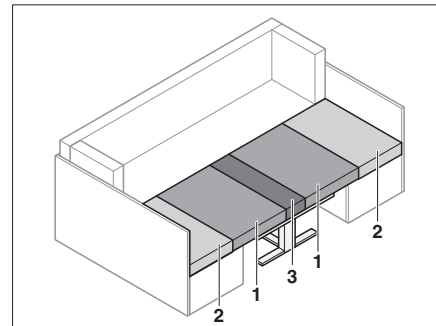

Bild 67 Efter ombyggnaden
- Ta bort ryggdynan (Bild 67,2).
- Drag sittdynorna (Bild 67,1) till mitten.
- Skjut in ryggdynorna (Bild 67,2) mellan sittdynorna (Bild 67,1) och ytterväggen.
- Lägg extradynan (Bild 67,3) mellan sittdynorna (Bild 67,1) på bordet.